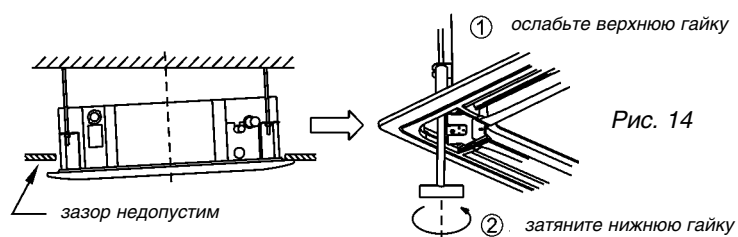

Рис. 14
- Если после крепления панели винтами сохраняется зазор между панелью и потолком, то необходимо изменить высоту подвеса кондиционера (рис. 14 – слева).